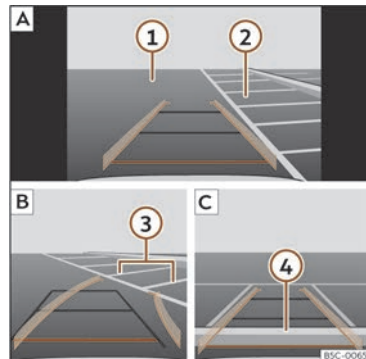

Fig. 163 Affichage sur l'écran du système d'infodivertissement : garer avec l'assistant de marche arrière.
Légende de la >>> **fig. 163** :
- Placez le véhicule en face de la place de stationnement >>> **fig. 163** **2** **A**.